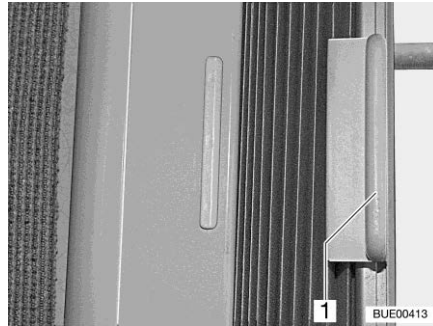

Fig. 43 Dispositif occultant plissé (fenêtre côté passager)
- Tenir le dispositif occultant plissé par la poignée (Fig. 43,1) et pousser vers la gauche ou la droite.